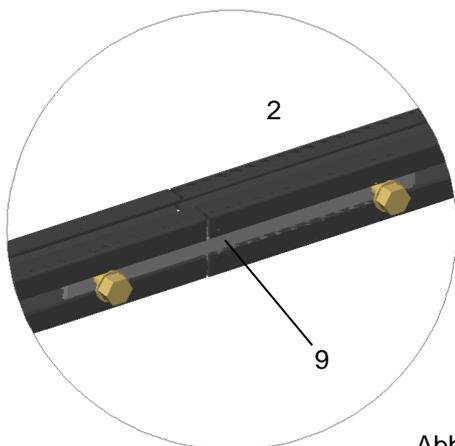

Abb. 6
- Die Montageschiene (2) wird horizontal jeweils oben und unten mittels Torband-Schrauben M8 und Muttern M8 (10+12) an die Dachhaken befestigt, indem Sie in die untere Nut eingeschoben und am Langloch der Haken verschraubt werden (Abb. 2). Achten Sie darauf, dass die Schiene (2) möglichst geradlinig zum Dach ausgerichtet ist. Im Fall, dass mehrere Montageschienen (2) miteinander verbunden werden, muss ein Verbinders-Set (9) in die entsprechende Führung des Profils eingeschoben und verschraubt werden (Abb. 6).